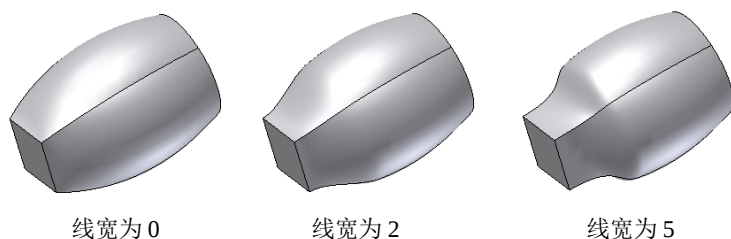

图 3-70 不同线宽下的放样
(2) 【线宽】条件决定角度如何影响放样外观的无量纲值。大数值创建逐渐过渡，而小数值创建突然过渡。从图 3-70 中可看出，线宽为零意味着没有相切，小线宽可能导致从第一个截面轮廓到放样曲面的不连续过渡，大线宽可能导致从第一个截面轮廓到放样曲面的光滑过渡。需要注意的是，特别大的权值会导致放样曲面的扭曲，并且可能会生成自交的曲面。此时应该在每个截面轮廓的截面上设置工作点并构造轨道（穿过工作点的二维或三维线），以使形状扭曲最小化。